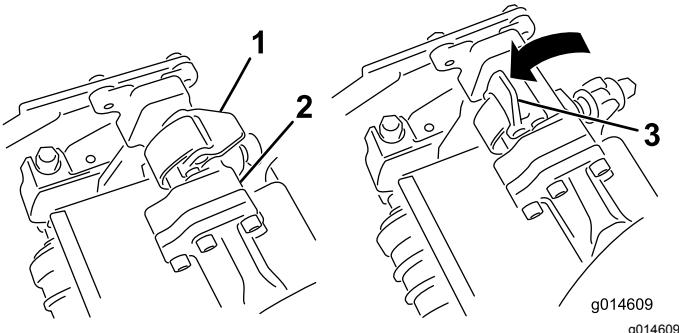

Figura 51
- 4. Con i fermi del braccio di sospensione rivolti verso l'alto (cioè aperti) (Figura 51), premete il braccio di sospensione verso il basso in modo che la barra si inserisca nella barra della parte superiore dell'apparato di taglio (Figura 52).
5. Chiudete i fermi spostandoli verso il basso e attorno alla barra dell'apparato di taglio, quindi bloccateli in posizione (Figura 51).
5. Aprite i fermi sulla barra del braccio di sospensione dell'apparato di taglio che state rimuovendo (Figura 51).